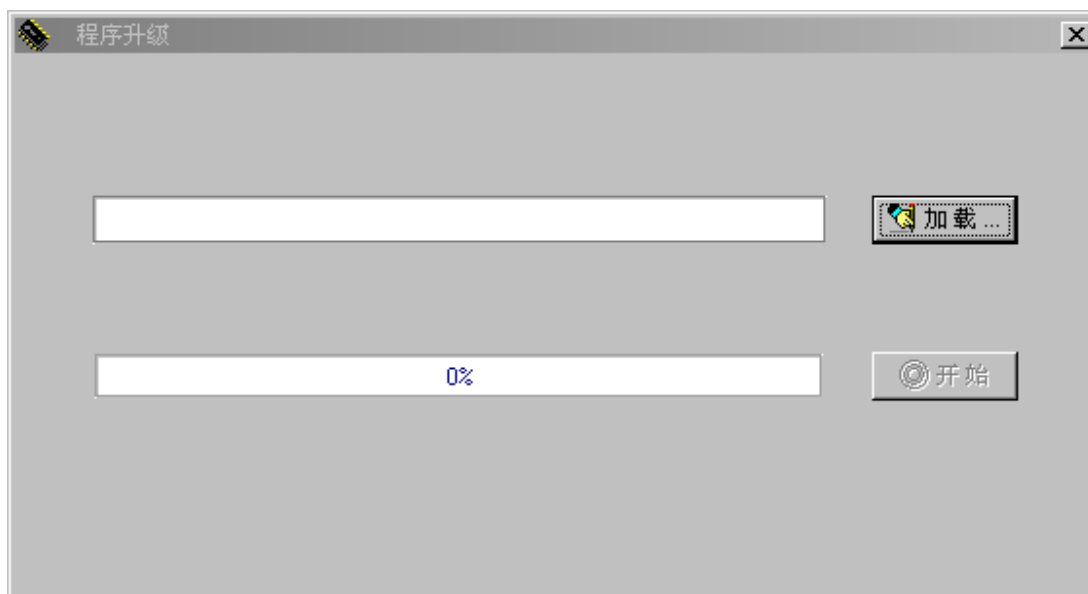

图 1
- 2) 在升级软件安装目录下启动 PCR25UP_CH.exe 升级软件, 将显示升级程序安装界面(如图 1),